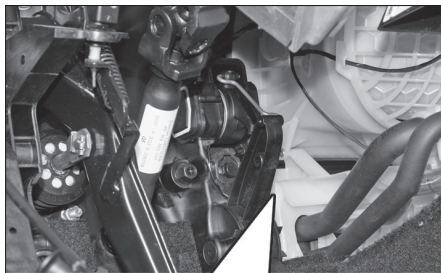

FIG. 20
- Déposer les écrous (flèches) du côté gauche du bloc de chauffage (Fig.20).